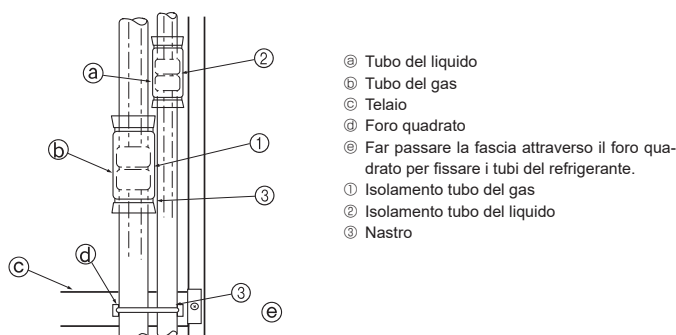

Fig. 4-5
- Durante l'operazione di rimontaggio, sospendere i supporti della griglia di ingresso ⑨ ai fori sui lati dei pannelli.
- ⑨ Griglia d'ingresso dell'aria
- ⑩ Supporto del tubo
- ⑪ Supporto di sospensione
- ⑫ Pannello laterale
- ⑬ Vite
- ⑭ Vite di maschiatura 4 x 10
- ⑮ Protezione
Isolare completamente i giunti a cartella ① e ② dei tubi del gas e del refrigerante, per evitare la formazione di condensa. (Fig. 4-5)
- Fissare i materiali isolanti del tubo del gas ① e del tubo del liquido ② ad entrambe le estremità, in modo che non scivolino e vengano ad allinearsi uno con l'altro.
- Una volta completato il lavoro di isolamento, utilizzare una fascia ③ per fissare il tubo del refrigerante al telaio (sotto la sezione del giunto del tubo). Questo impedirà al tubo del refrigerante di staccarsi dal telaio. (Qualora il tubo del refrigerante sia staccato dal telaio dell'unità, non sarà possibile installare la griglia.)